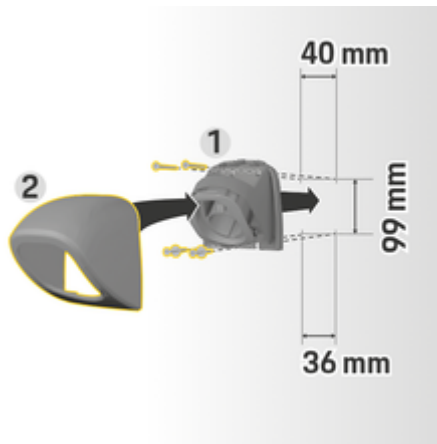

Рис. 106: Размеры под отверстия
1. Извлеките крепление соединителя 1 (Рис. 106) из кожуха 2 (Рис. 106).
4. Привинтите крепление для штекера 1 (Рис. 106) к стене.
5. Наденьте кожух 2 (Рис. 106) на крепление соединителя снизу 1 (Рис. 106) и прижмите его кверху.